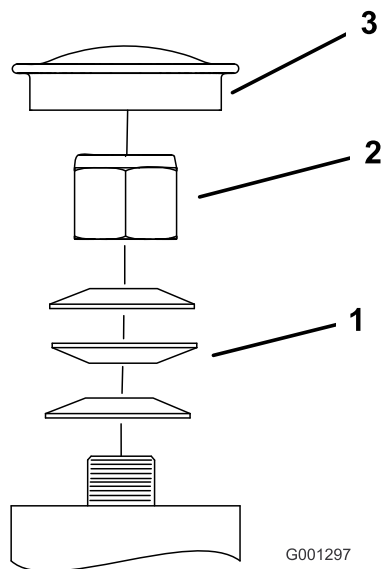

Figure 56
3. Retirez le capuchon antipoussière de la roue pivotante et serrez le contre-écrou (Figure 56).
4. Continuez de serrer le contre-écrou jusqu'à ce que les rondelles élastiques soient aplaties, puis desserrez-le de 1/4 de tour pour obtenir la précharge correcte des roulements (Figure 56).
Important: Veillez à placer les rondelles comme illustré (Figure 56).
5. Remettez le capuchon antipoussière en place (Figure 56).